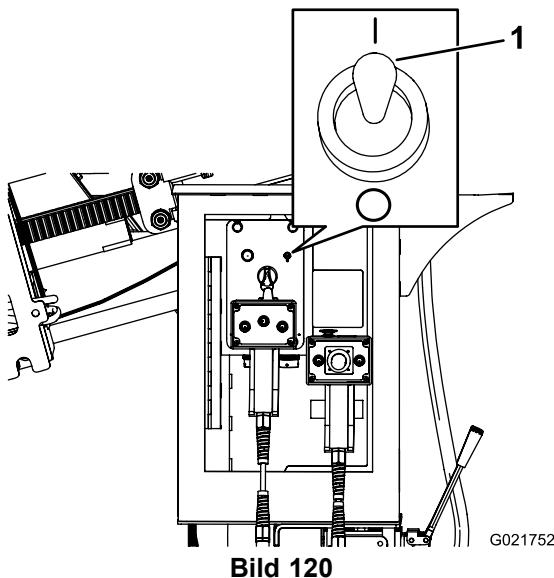

Bild 120
6. Stellen Sie den Schalter für den Sprühschlauch auf die EIN-Stellung (Bild 120).